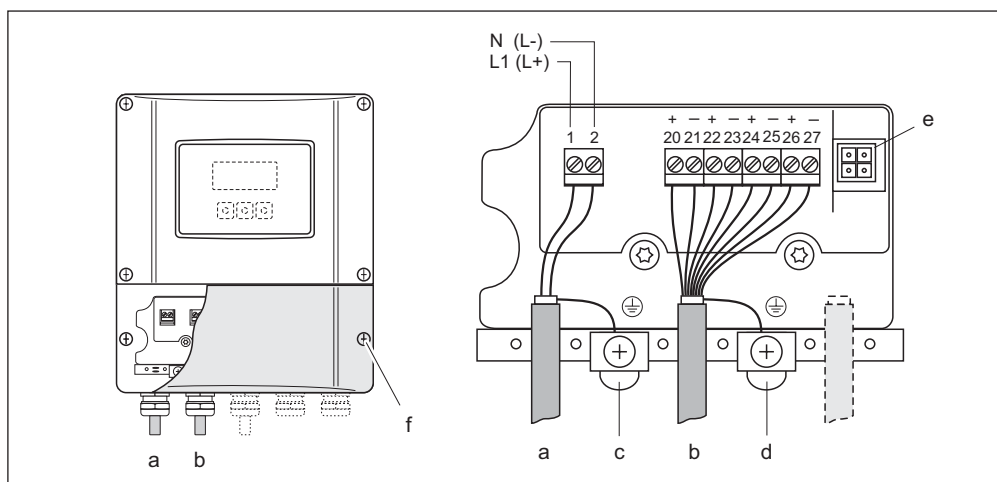

Рис. 23. Подключение трансмиттера (настенный корпус), поперечное сечение кабеля: макс. 2,5 мм²
- Схема соединений (настенный корпус) → рис. 23